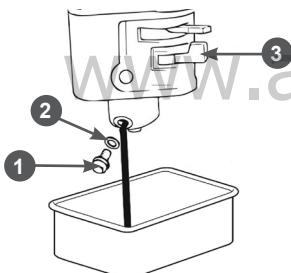

Рис. 12 Обслуживание карбюратора
- Установите рычаг 3 топливного крана (Рис. 12) в положение «ЗАКРЫТО».
- Открутите болт 1 сливного отверстия и спейте топливо из поплавковой камеры карбюратора (Рис. 12).